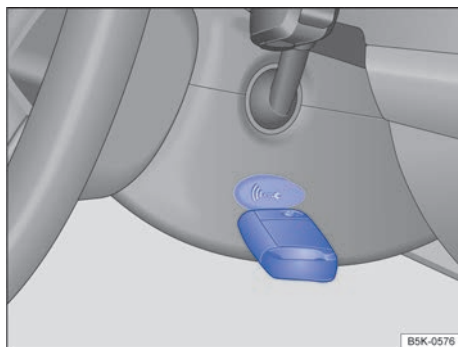

Fig. 116 En el lado derecho de la columna de dirección: función de arranque de emergencia en vehículos con el sistema Keyless Access.
- Inmediatamente después de presionar el pulsador de encendido y arranque, mantenga la llave junto al guarnecido derecho de la columna de dirección → fig. 116.